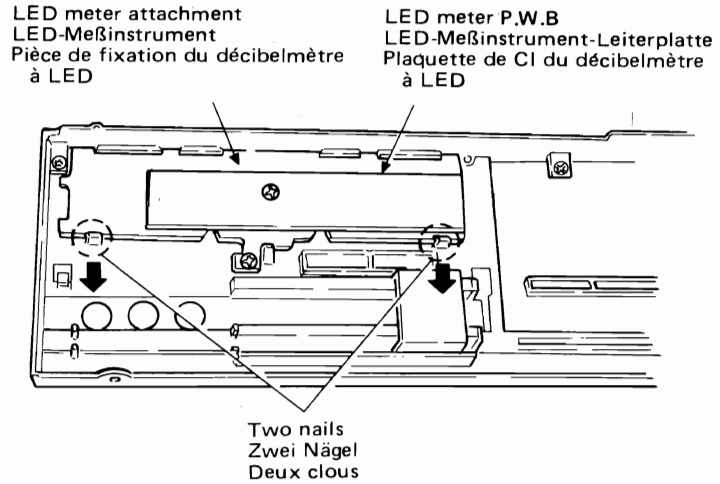

Fig. 4 Abb. 4
- 5. LED meter (Fig. 4)**
- 5. LED-Meßinstrument (Abb. 4)**
- 5. Décibelmètre à LED (Fig. 4)**